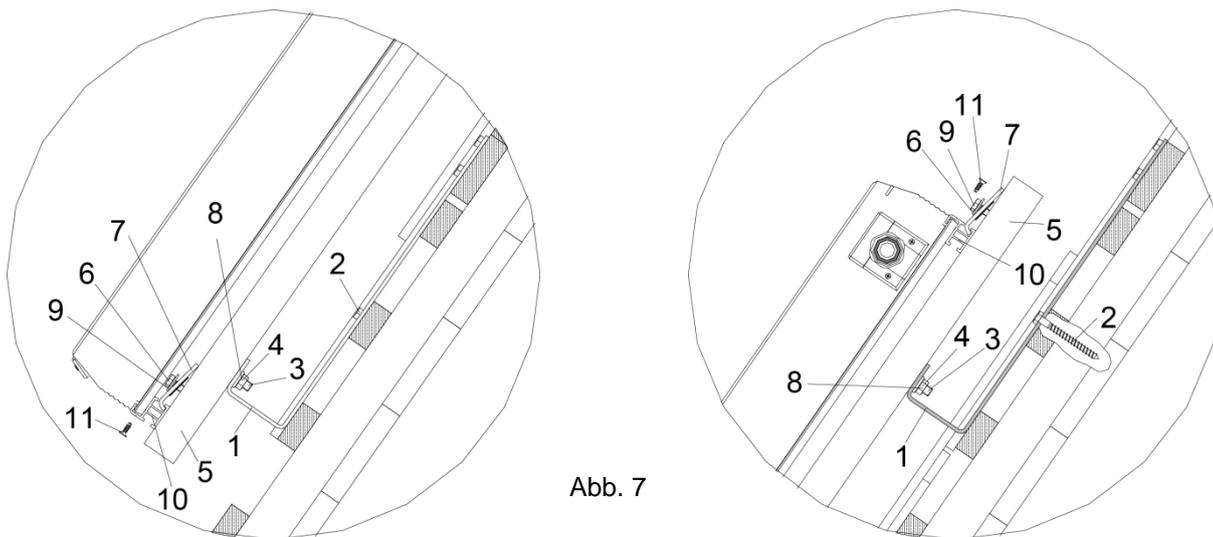

Abb. 7
9. Befestigen Sie jeden Kollektor mittels Bohrschrauben (11) unten und oben durch die vorgesehenen Löcher des Befestigungsprofils am Rahmen (Abb. 7).